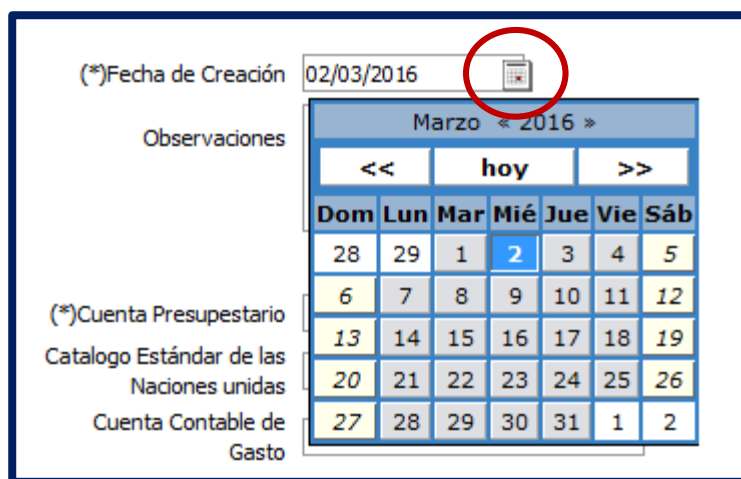

Imagen 47: Icono Calendario.
8.- Colocar en el **Campo “Fecha de Creación”**, este campo se carga de forma automática, pero es importante saber que aquí va la fecha en que se está creando el artículo, aparte de cargarse automáticamente existen dos formas de hacerlo, la primera es colocar la fecha en el campo de forma manual y la segunda forma es haciendo clic al **Icono “Calendario”** (imagen 47) el cual se encuentra resaltado en un círculo de color rojo, al darle clic se desplegará el calendario.